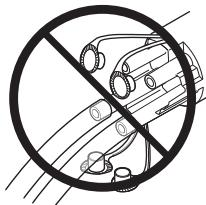

图 5 关闭所有未使用的端口
4. 使用相应的帽盖, 关闭所有未使用的多通道接头端口(图 5)。